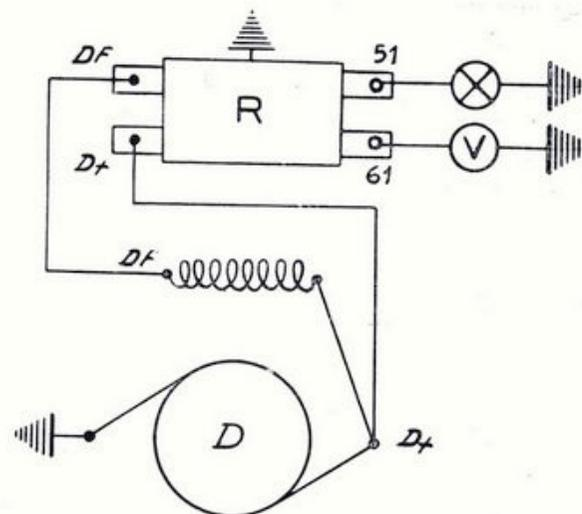

Fig. 120 - Schema prova tensione e giri di attacco.
c) Tensione e giri di attacco: Collegare i morsetti D+ e DF della dinamo con i corrispondenti del regolatore. Collegare il voltmetro tra il « 61 » del regolatore e la massa ed una lampadina spia tra il « 51 » e la massa (fig. 120). Fare ruotare